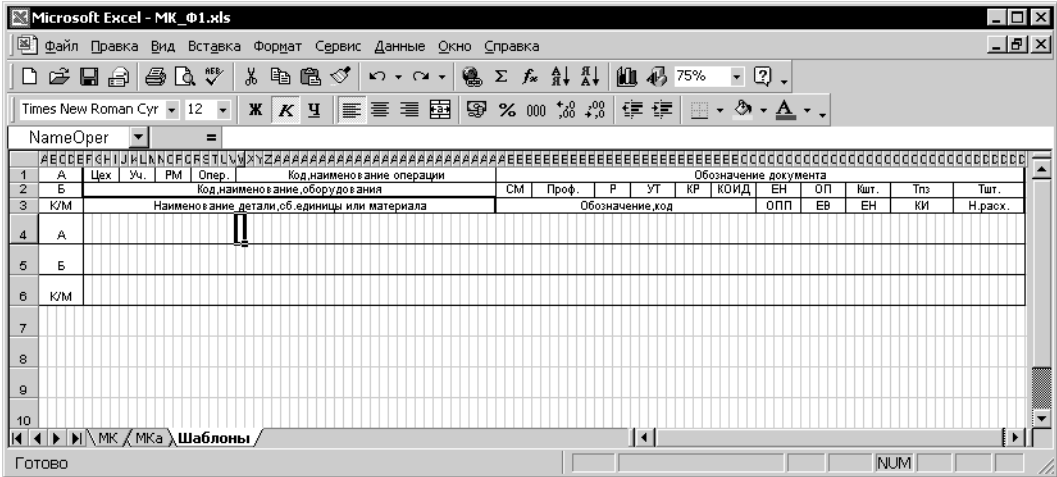

Рис. 3.66. Диапазон «NameOper»
4. Каждой колонке определенного шаблона присвоить имя соответствующего поля из таблицы *Операции* (рис. 3.66).